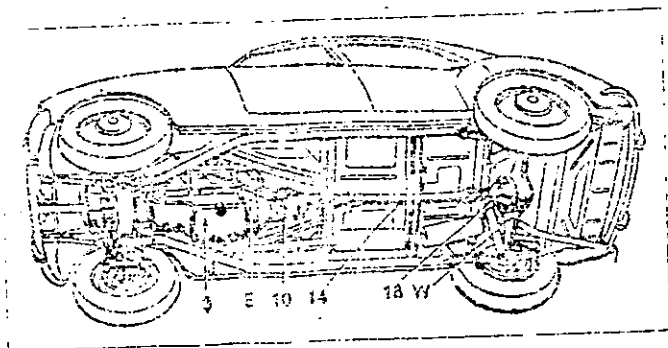

Fig. 2 Automóvil (vista inferior).
El embrague está colocado entre el motor y la caja de velocidades (10 fig. 2), pegado a está; por medio del mecanismo del embrague puede aislarse el motor del cambio o hacerse solidarios. Normalmente esto es lo que ocurre: el automóvil está "embragado" y el giro del motor llega a la caja de cambio; al "desembragar", el motor queda separado del conjunto de la transmisión, girando "en vacío". El embrague se manobra por medio de un pedal, que es el de la izquierda de los dos iguales del coche.
El cambio (que se manobra con una palanca (P fig. 3) sirve para aprovechar la potencia máxima del motor, haciendo que el coche marche hacia adelante a diferentes velocidades, según las pendientes del terreno, o hacia atrás. También, permite girar al motor sin que se transmita el movimiento al árbol (14 fig. 2), estando el coche parado (punto muerto).
El puente trasero (18 fig. 2) recoge la rotación del motor, transmitida por el embrague y el cambio, haciendo girar a las ruedas posteriores, que son las que mueven el coche. Dentro de él, en la caja (18 fig. 2), va el diferencial, aparato que, cuando el coche hace un viraje, permite girar más a la rueda de fuera que a la del lado de dentro de la curva, facilitando la buena marcha del vehículo.
En la figura 2 se ve por debajo un automóvil en el que se señalan los órganos mencionados: el motor (3 fig. 2) comunica su giro por medio del embrague (E fig. 2) al cambio (10 fig. 2), del que sigue por el árbol de transmisión (14 fig. 2) al diferencial (18 fig. 2), y de éste, por los ejes o palieres que van dentro de las trompetas (W fig. 2), a las ruedas propulsoras.
d) Para disminuir la velocidad del coche en marcha, o pararlo, se usan los frenos (F fig. 3), mandados en marcha por el pedal (F fig. 3), el de la derecha de los dos iguales, y por una palanca (M fig. 3) para mantener el vehículo parado; actúan sobre unos tambores que van en las ruedas o en el árbol (14 fig. 2) a la salida del cambio.